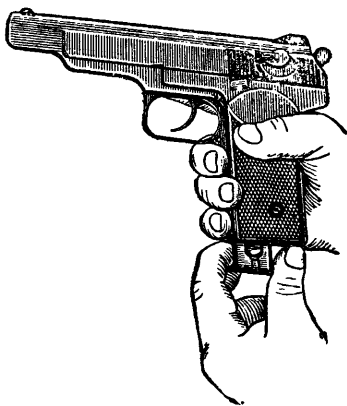

Рис. 6. Извлечение магазина
1. **Извлечь магазин из рукоятки пистолета.** Удерживая пистолет в правой руке за рукоятку, большим пальцем левой руки нажать на защелку магазина до отказа и извлечь его из рукоятки (рис. 6).